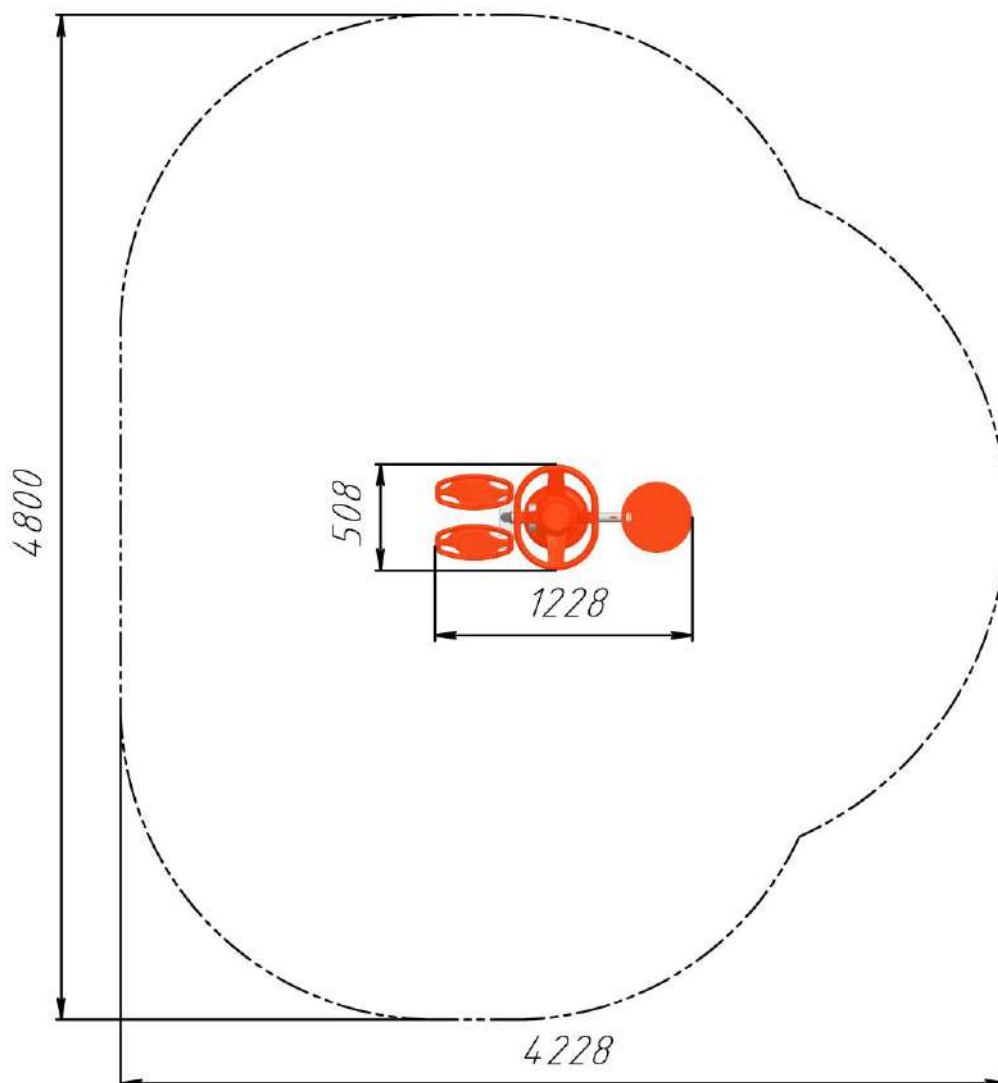

Рис.2 Зона безопасности тренажера РТР 506Т
3.5. Монтаж тренажера проводится на ровном месте в соответствии с планировкой размещения всего оборудования площадки. При монтаже необходимо обеспечить безопасную зону вокруг тренажера в соответствии с рис. 2.